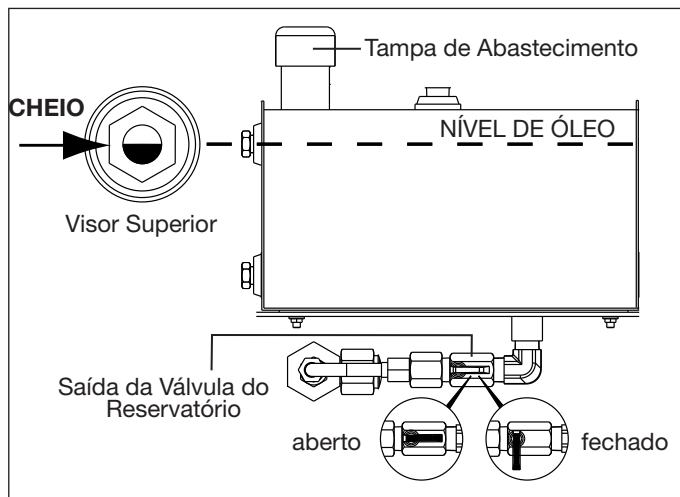

Figura 3, Reservatório de Óleo
Nas bombas novas, remova o bujão do reservatório (A) para transporte e instale a arruela do filtro (B) e a tampa de abastecimento (C). Ver Figura 3.